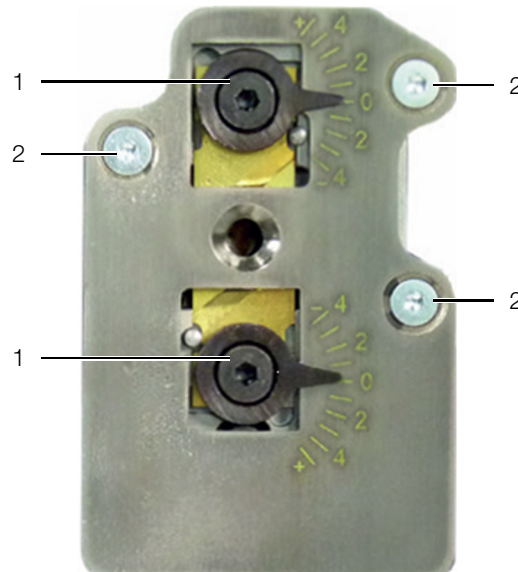

Fig. 25: Unità di spelatura
- Rimuovere entrambe le viti eccentriche (fig. 25, pos. 1) (vite a brugola 2,5 mm).
- Togliere le viti di fissaggio (fig. 25, pos. 2) (vite a brugola 2,0 mm) e rimuovere la copertura.